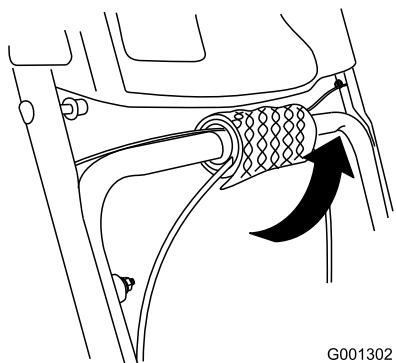

Figura 5
- Svolgete le terminazioni dei cavi dalla stegola inferiore (Figura 5).